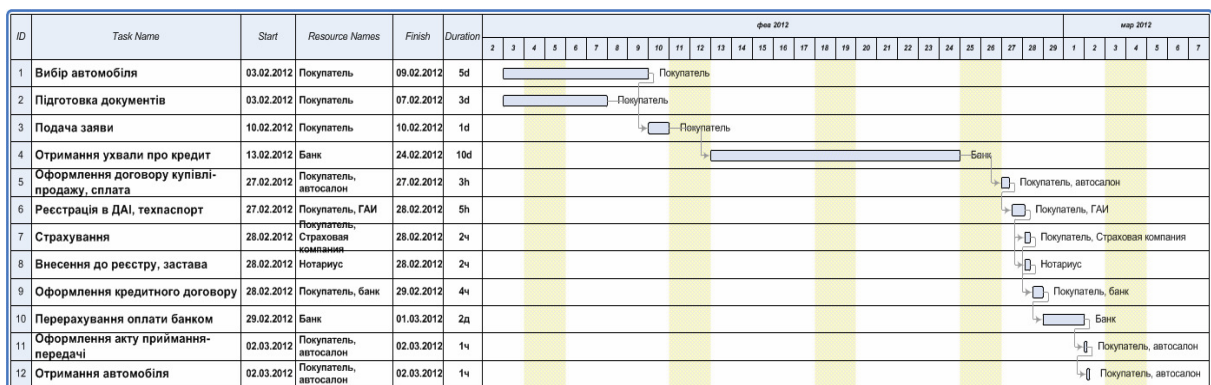

Рис. 11.9. Діаграма Ганта
**10. Діаграма Ганта** (рис. 11.9) також дозволяє побачити спливання процесу в часі. Крім того, цей час враховуватиме робочий графік – робочі дні й години. Особливість діаграми – можливість відображувати (і зберігати!) такі дані, як виконавців кожної роботи, % її виконання, її реальний початок, закінчення і тривалість (у ході виконання процесу). Скористаємося для побудови діаграми Ганта фігурами трафарету *Фигуры диаграммы Ганта* (розділ *Расписания*).